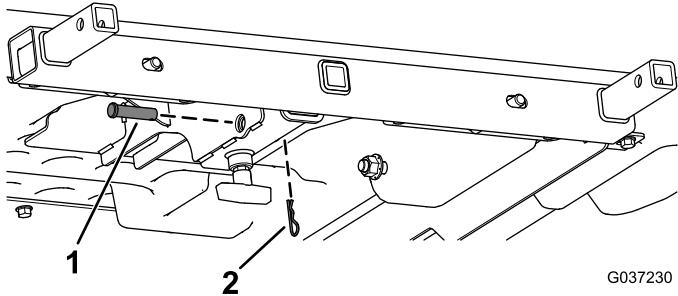

Bild 7
- Befestigen Sie den Montagerahmen im Aufnahmehohr mit dem Lastösenbolzen und dem Splint (Bild 7).